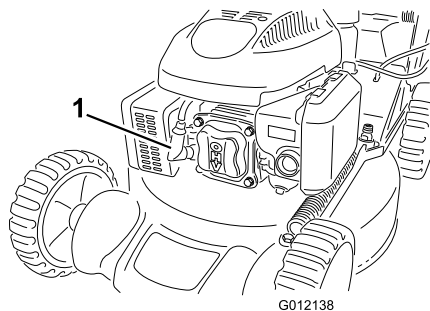

Рисунок 20
2. Прежде чем выполнять любые процедуры технического обслуживания, отсоедините провод от свечи зажигания. **Рисунок 20**
2. Отсоедините провод от свечи зажигания (**Рисунок 20**).